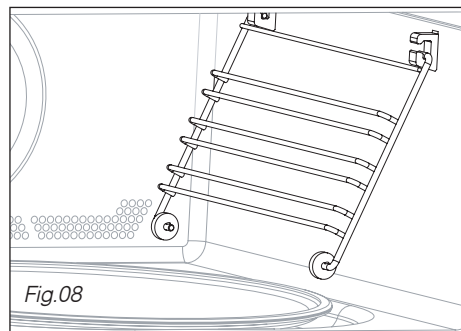

Fig.08
• **Les grilles latérales** (Fig.08):